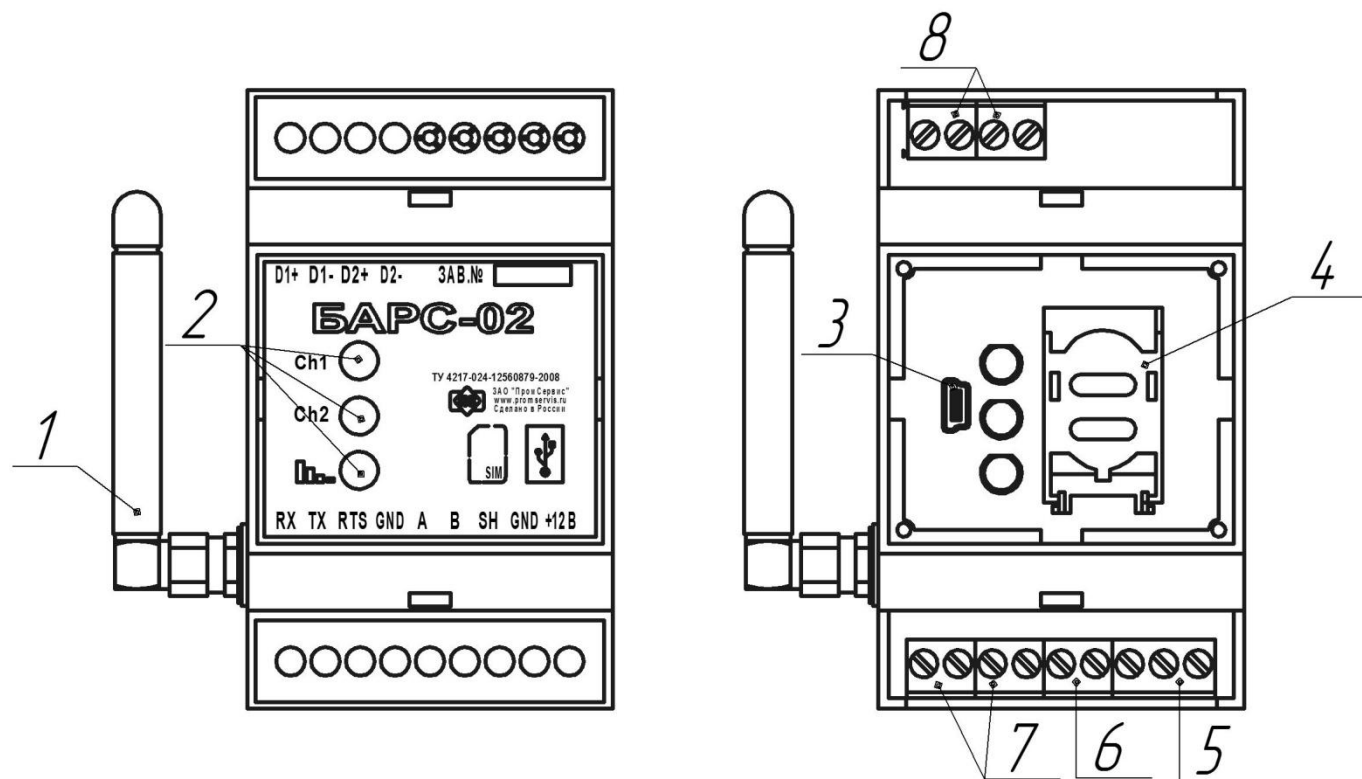

Рисунок 1 – Расположение основных элементов **БАРС-02-Р-3-П**
4.8 Сигнальные светодиоды соединения, расположенные на лицевой крышке блока БАРС-02-Р-3-П индицируют наличие соединения с серверами сбора данных по каждому каналу «Ch1», «Ch2» (рисунок 1). При наличии соединения включается соответствующий номеру канала светодиод, при отсутствии соединения – выключается.
- Подключить виртуальный COM-порт ПК через кабель USB/miniUSB (далее USB кабель) к разъему miniUSB тип B расположенному под крышкой корпуса (рисунок 1 поз.3).
5.6 После подачи блоком светового сигнала индикатором «», расположенном на лицевой панели (рисунок 1), не позднее 15 с нажать кнопку “ОК”. При сообщении об успешном соединении нажать кнопку “Считать из контроллера”, при этом текущие настройки отобразятся в соответствующих полях. Для БАРС-02-Р-3-П пользовательский интерфейс представлен на рисунке 4.
6.3 Подключить источник питания к соответствующим контактам клеммного блока (5) (рисунок 1) согласно схеме подключения (Приложение Б, рисунок Б.4)
6.4 Подключить соединительный кабель от прибора учёта к контактам клеммных блоков (7,6) (Рисунок 1) согласно схеме подключения (Приложение Б, рисунок Б.2, рисунок Б.3).
6.5 При необходимости к контактам клеммных блоков (8) (рисунок 1) подключить охранно-пожарные дискретные датчики, учитывая схему входных каскадов, представленную в приложении Б, рисунок Б.5.
6.7 Установить SIM-карту в держатель (4) (рисунок 1) с активированной услугой передачи данных по GPRS-каналу и отключённой функцией проверки PIN-кода.